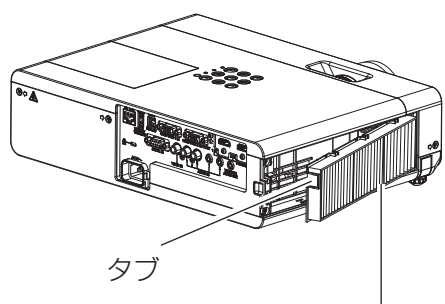

図 3 エアフィルターユニット
- エアフィルターユニットを取り付けるときは、エアフィルターユニットのタブを図の左上側になるように持ち、図の右側から先に入れたあと、タブ側をカチッと音がするまで押し込みます。(図 3)